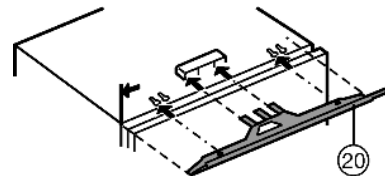

Fig. 8
- ▶ Установите выравнивающий козырек *Fig. 8 (20)* ← со стороны ручки на одном уровне с боковой стенкой устройства: